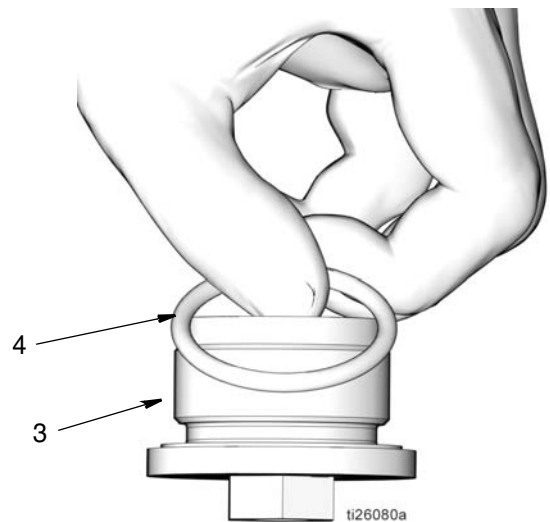

FIG. 53
- d. Appliquer une mince couche de graisse sur le joint torique (4). Monter le joint torique sur le contre-écrou du piston (3) (FIG. 53).